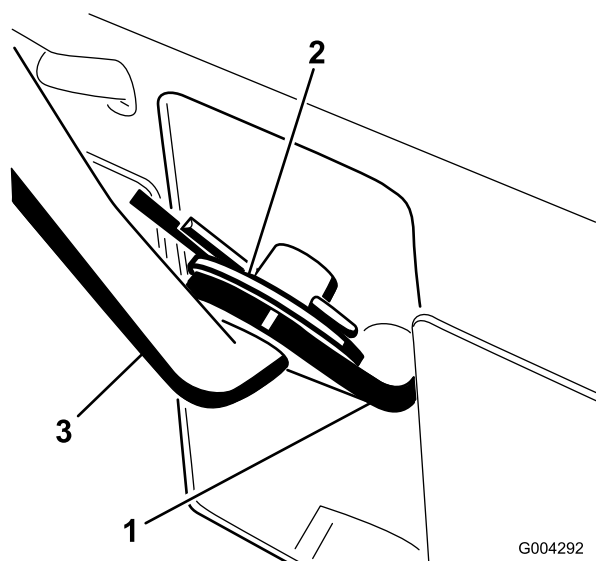

Bild 6
- Ziehen Sie den Schalthebelarm (Bild 6) ganz heraus.
- Bauen Sie die Schalthebelstange im Schalthebelarm ein, bringen Sie eine Unterlegscheibe an der Stange an und befestigen Sie diese mit einem Splint (Bild 6).